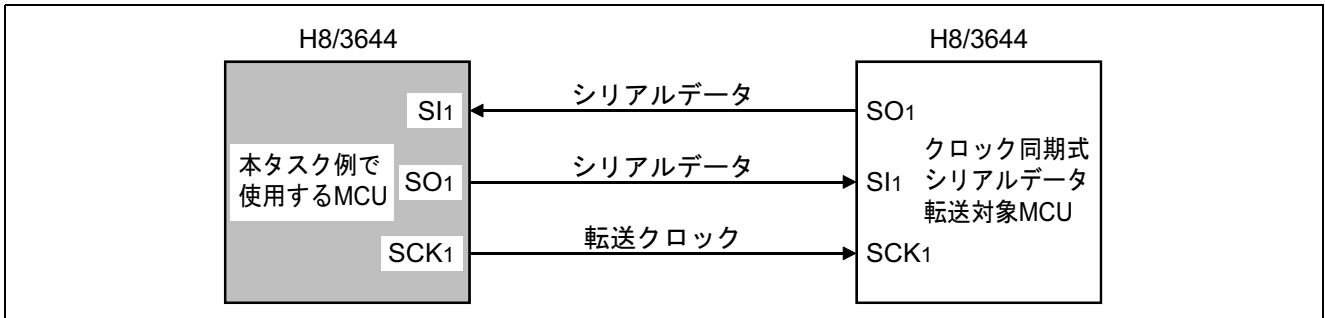

図 1 クロック同期式シリアルデータ同時送受信
- (1) 図 1 に示すようにクロック同期式シリアル転送機能を使用して、4 バイトの 8 ビットデータの同時送受信動作を行いません。
- (2) 転送クロックは、内部クロックを使用し 12.8 μs の転送クロック周期で同時送受信動作を行います。
- (3) 送受信するデータのデータ長は 8 ビットで、データの最下位ビットから受信する LSB ファースト方式による送受信を行いません。